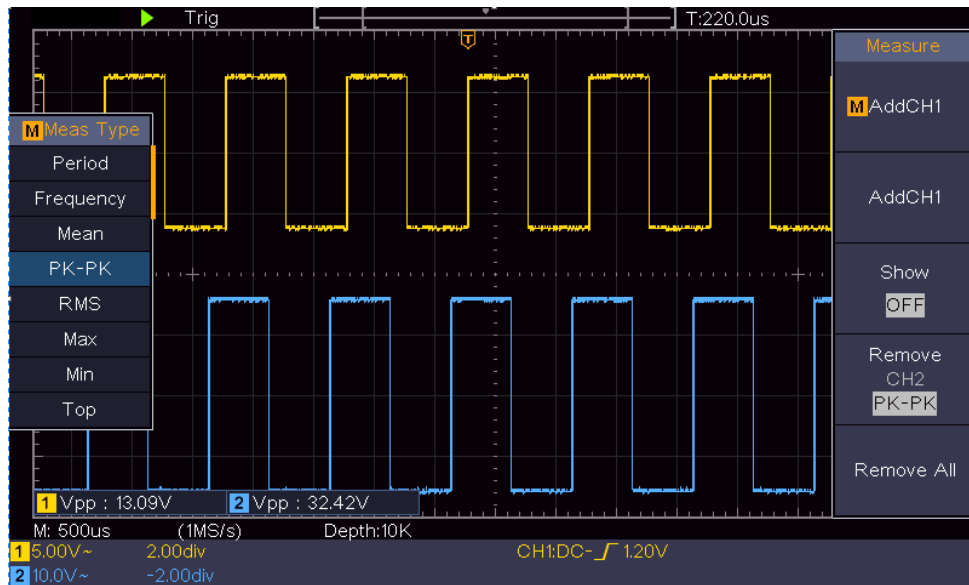

Figura 0-2 Forma d'onda della misura del guadagno
- (1) Premete il pulsante **Autoset** e l'oscilloscopio regolerà automaticamente le forme d'onda dei due canali nel corretto stato di visualizzazione.
- (2) Premere il pulsante **Misura** per mostrare il menu di destra.
- (3) Selezionate **AddCH1** nel menu di destra.
- (4) Nel menu di sinistra Type, girare la manopola **M** per selezionare **PK-PK**.
- (5) Nel menu di destra, selezionare **AddCH1**. Il tipo peak-to-peak di CH1 viene aggiunto.
- (6) Nel menu di destra, selezionare **AddCH2**. Il tipo peak-to-peak di CH2 viene aggiunto.
- (7) Leggere le tensioni picco-picco del canale 1 e del canale 2 dalla parte inferiore sinistra dello schermo (vedi *Figura 0-2*).
(8) Calcolare il guadagno dell'amplificatore con le seguenti formule.